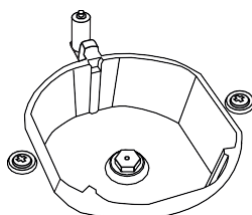

Figura 5
3. Așa cum este indicat în figura 5, scoateți capacul arzătorului și arzătorul, apoi asigurați-vă că duza este vizibilă.